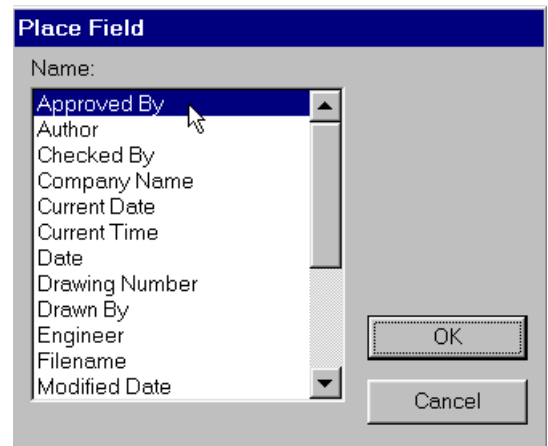

Рис. 4-14. Выбор поля из списка
3) На появившейся панели **Place Field** (рис. 4-14) выберите из списка название нужного поля, например, «Author» (автор) и щелкните по нему левой кнопкой мыши.